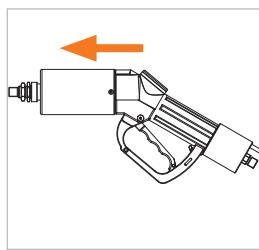

Figure 11
► Insérez le nozzle de ravitaillement dans le réceptacle du véhicule jusqu'en butée et maintenez le nozzle dans cette position (position OFF) (Figure 11).